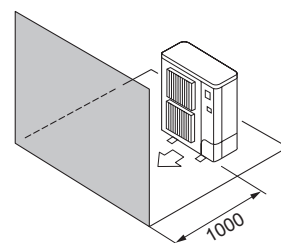

Fig. 2-9
- ④ Obstáculos apenas na parte da frente (Fig. 2-9)